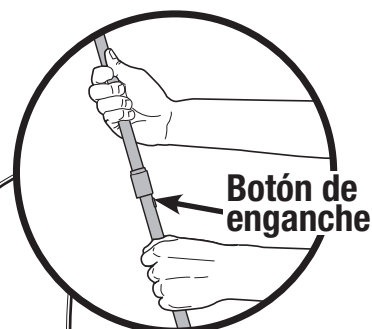

Fig. 5
- Fully extend the telescoping roof poles. (Fig. 5 and 6)
- Follow the previous manner to extend the telescoping leg poles until they snap into place. (Fig. 5 and 6) The tent will raise as the leg poles are extended.
- Lower the frame one leg pole at a time by pushing the lock buttons and collapsing the telescoping leg poles. (Fig. 5)
- Collapse the telescoping roof poles. (Fig. 5)
- Extienda totalmente los postes telescópicos del techo. (Fig. 5 y 6)
- Siga los pasos anteriores para extender los postes telescópicos de las patas hasta que enganchen en su sitio. (Fig. 5 y 6)
- Baje el armazón un poste de pata a la vez, presionando los botones de enganche y contrayendo los postes telescópicos de las patas. (Fig. 5)
- Contraiga los postes telescópicos del techo. (Fig. 5)